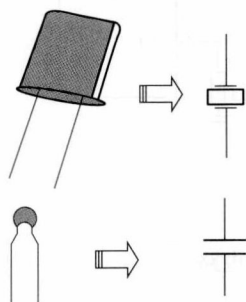
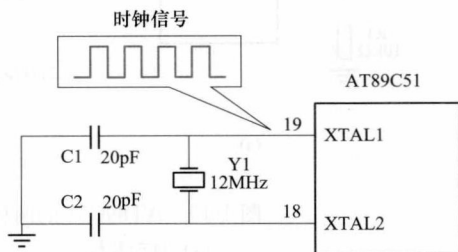

图 1-7 内部时钟电路元件
图 1-8 AT89C51 内部时钟电路
(1) 内部时钟方式。89C51 单片机的内部有一个片内振荡器电路, 但仍需在 XTAL1 (19 管脚) 和 XTAL2 (18 管脚) 之间连接一个晶振 Y1 (crystal, 石英晶体振荡器), 并加上容量为 20~40pF 的电容器 C1、C2 组成时钟电路。所选择的元件外形如图 1-7 所示。时钟电路图如图 1-8 所示。时钟电路的振荡频率取决于晶振的固有振荡频率, 这个频率会印在晶
体振荡器的外壳上。一般情况下，我们可以选择 1.2~12MHz 的晶振。单片机的这种使用内部振荡电路、外接晶振等反馈元件配合产生时钟信号的方法称为内部时钟方式。我们可以使用示波器从单片机的 XTAL1（19 管脚）观察到时钟信号，如图 1-8 所示。